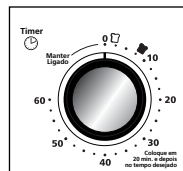

Figura 3
- 3. Botão de controle de tempo “timer” com sinal indicador:** estabelece o tempo de cocção até um máximo de 60 minutos. Apaga automaticamente o forno ao finalizar o tempo de cocção. (Veja Figura 3)